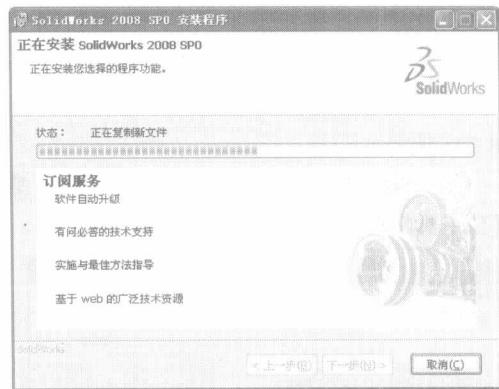

图 1-8 【正在安装 SolidWorks 2008 SP0】对话框
(8) 单击【安装(I)】按钮, 开始 SolidWorks 2008 的安装, 如图 1-8 所示。